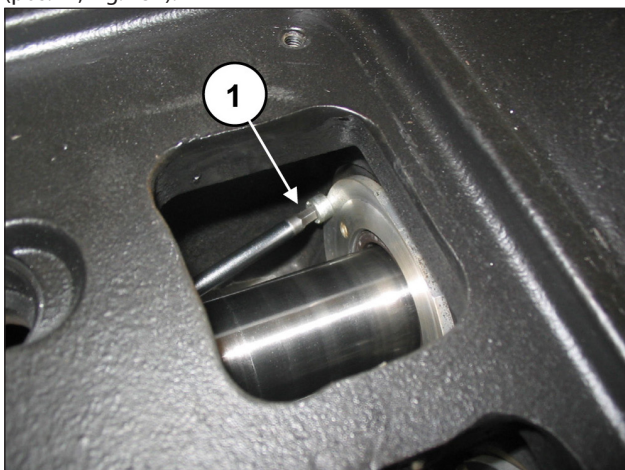

Fig. 157
Si es necesario sustituir el retén de la guía del pistón, desmontar la tapa de retención como se indica a continuación: Aflojar los 2 tornillos de bloqueo de la tapa de retención (pos. ①, Fig. 157).